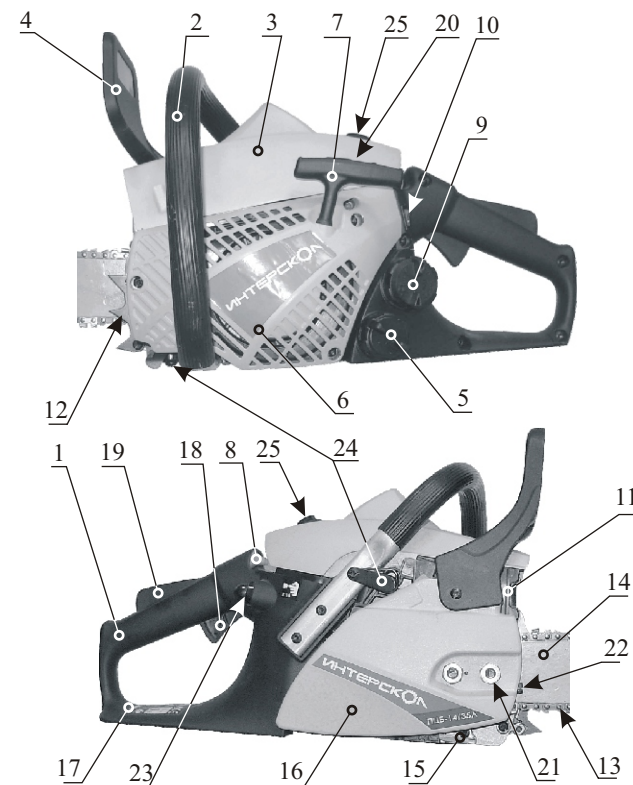

Рис. 1
- проверять цепь и шину, а также полость под крышкой 16 сцепления пилы (рис.1);